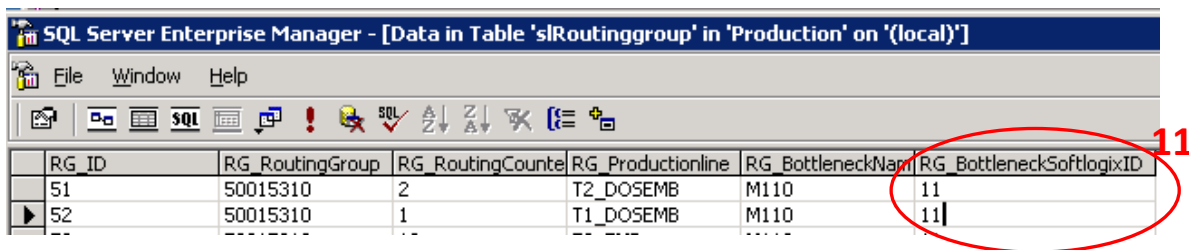

Imagen 65
11. – Buscamos la columna **RG_BottleneckSoftlogixID** y modificamos la línea de producción que nos interesa (**Imagen 65**):